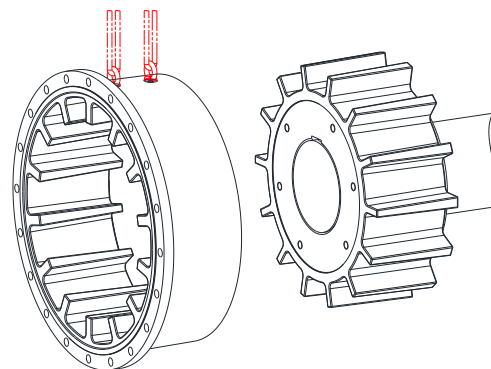

Fig. 8
- Faites glisser l'anneau de came (composant 4) sur le moyeu et déposez-le avec précaution ou maintenez l'anneau de came à l'aide d'un outil de levage approprié (voir Figure 8).